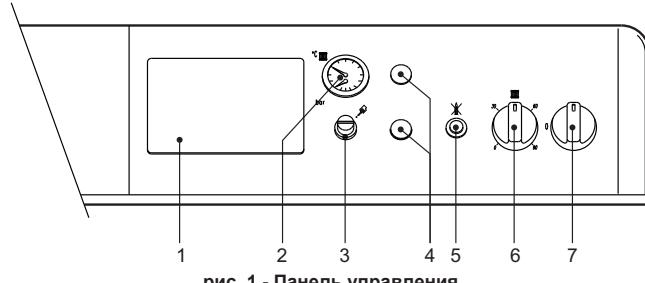

рис. 1 - Панель управления
- Переведите выключатель котла "7" в положение 1 (рис. 1).
Повернув рукотку 6 на рис. 1 по часовой стрелке, температура воды в системе отопления повышается и наоборот. Температуру воды в системе отопления можно регулировать в пределах от 30° до 90°. Однако не рекомендуется эксплуатировать котел при температуре ниже 45°.
Задайте с помощью терmostата температуры воздуха в помещении нужную температуру внутри помещения. При поступлении команды от комнатного терmostата котел включается, обеспечивая нагревание воды в системе отопления до температуры, заданной регулирующим терmostатом 6 di рис. 1. При достижении в помещении желаемой температуры котел выключается.